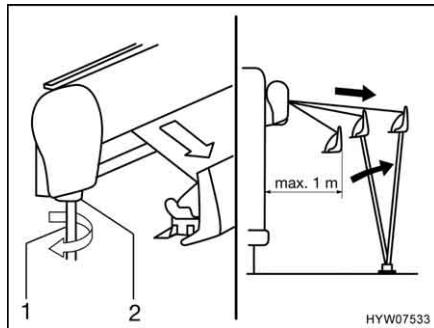

Fig. 14 Estrazione della tenda
- Inserire la manovella (Fig. 14,1) nel supporto a baionetta (Fig. 14,2) della tenda e girarla in senso antiorario.